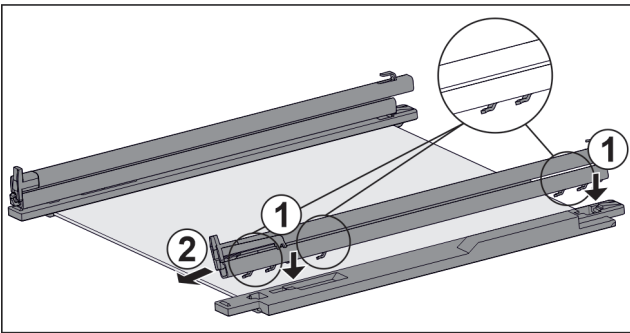

Fig. 130 Glassplate med skinner og holdedeler
- ▶ Sett kroken til skinnene på åpningen til **venstre** holdedel. Fig. 130 (1)
- ▶ Trekk skinne fremover. Fig. 130 (2)
- ▶ Sett kroken til skinnene på åpningen til **høyre** holdedel. Fig. 130 (1)